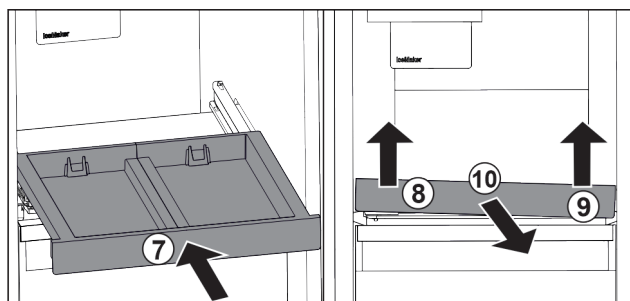

Fig. 141
- Inserire il ripiano estraibile. Fig. 141 (7)
- Sollevare il ripiano estraibile dalla parte anteriore a sinistra. Fig. 141 (8)
- Sollevare il ripiano estraibile dalla parte anteriore a destra. Fig. 141 (9)
- Rimuovere il ripiano estraibile tirandolo in avanti. Fig. 141 (10)